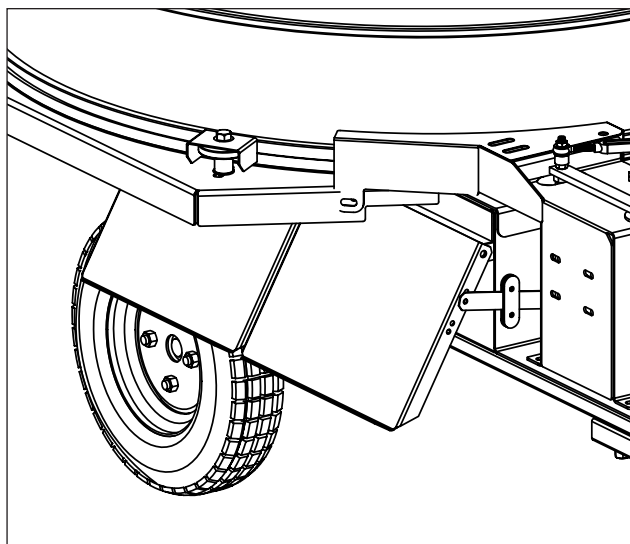

Fig. 6 Portes de sortie du matériel
- 5. **Portes de sortie du matériel:** Deux portes de sortie contrôlent le débit de matériel qui est expulsé hors de la machine. Normalement, une porte est laissée ouverte complètement afin de couvrir la surface éloignée et l'autre porte est laissée ouverte à moitié afin de couvrir la surface plus près de la machine (**figure 6 et 10**).